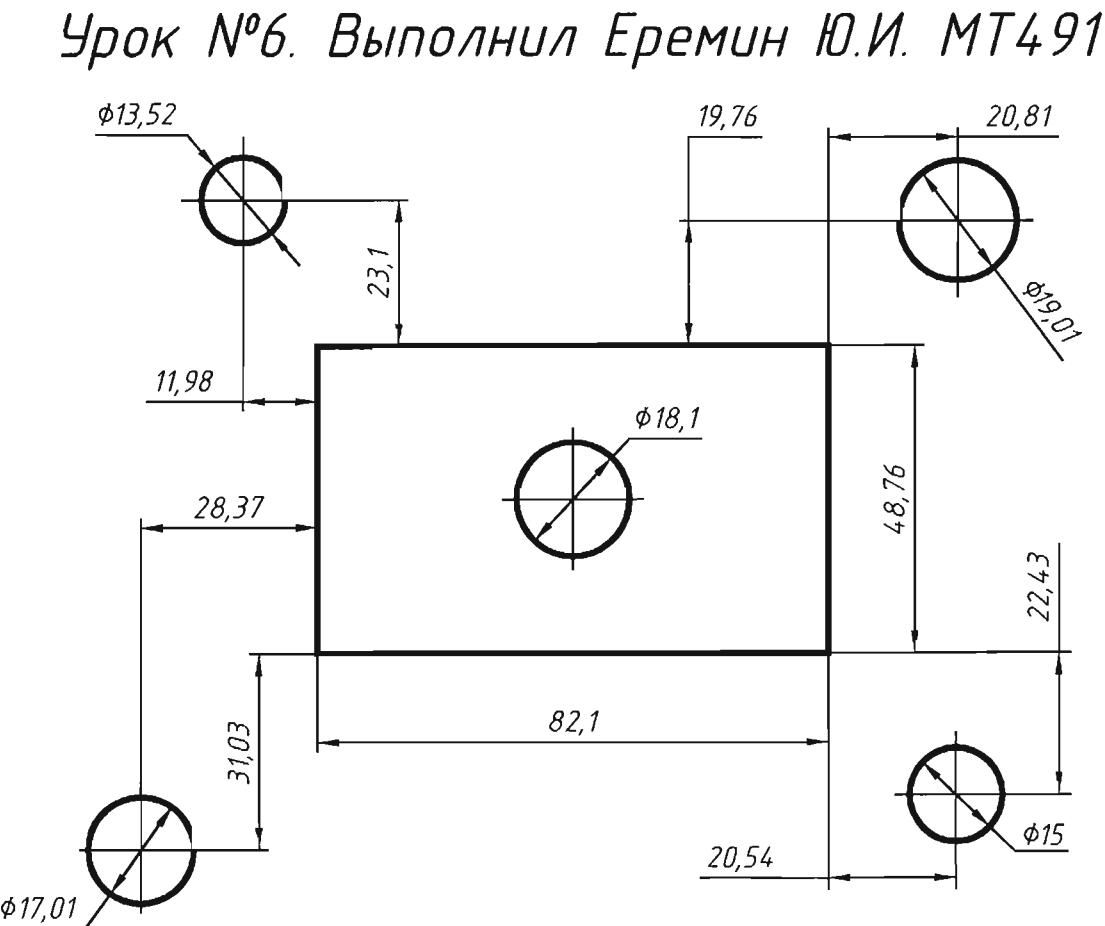

Рис. 7.1. Чертеж к заданию №1
7.2.1. Выполнить чертеж, проставить размеры. Отметить центры окружностей центральными маркерами (рис. 7.1).